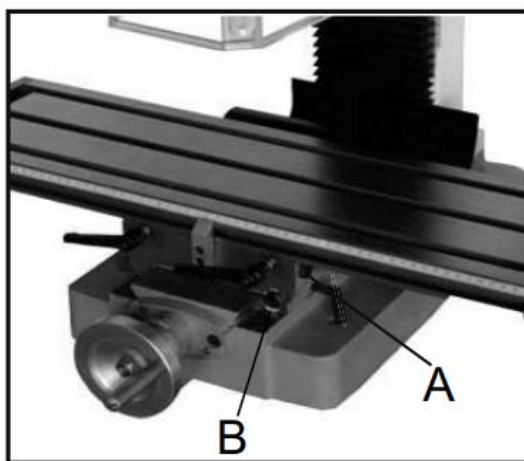

Рис. 12
- Винт регулировки горизонтального гибка (А, см. рисунок 12) расположен справа сзади на столе.
- Винт регулировки поперечного гибка (В, см. рисунок 12) находится на правой стороне салазок под столом.